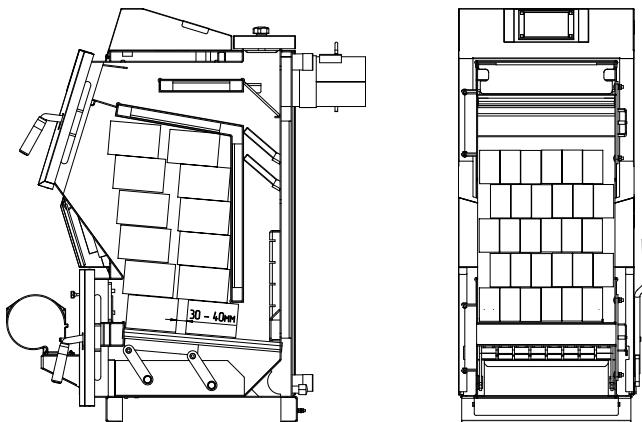
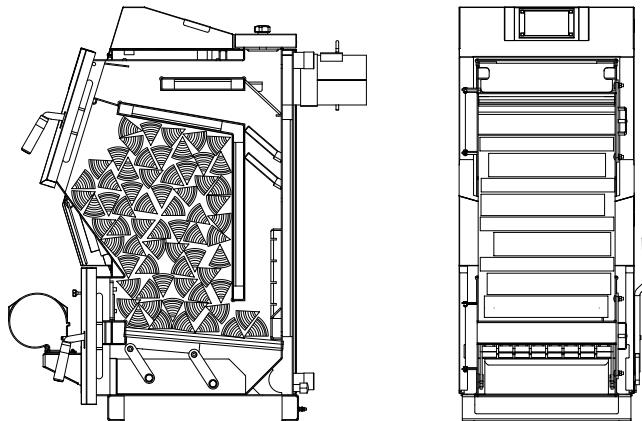
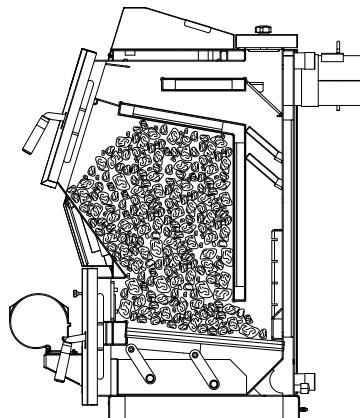

Рис.7 Схема загрузки котла древесными брикетами.
Рис.8 Схема загрузки котла дровами.
Рис.9 Схема загрузки котла углём.
8.5.5. Для полной загрузки котла топливом для длительного горения необходимо: выключить вентилятор нажатием кнопки «СТОП», открыть дверцу загрузочной аккуратно приоткрыв её на 5-10 мм на 10-15 секунд для предотвращения хлопка пиролизных газов и заполнить топку котла топливом, равномерно распределяя его по всему объему в соответствии с Рис.7, Рис.8, Рис.9. После загрузки котла убедиться в отсутствии просыпания топлива на рамку загрузочной двери и отсутствии топлива возле загрузочной двери. После загрузки котла топливом закройте и зафиксируйте дверцу загрузочную (Рис.1 поз.3) и запустите вентилятор кнопкой «ПУСК».
8.5.6. Перед добавлением новой порции топлива убедитесь, что в топке котла заканчивается топливо, узнать о наличии топлива можно во время чистки водоохлаждаемых колосников и зольного ящика через дверцу поддувальную. Для загрузки новой порции топлива в котёл необходимо, выключить вентилятор наддува нажатием кнопки «СТОП», произвести чистку колосников шуровочным механизмом, открыть дверцу поддувальную (Рис.1 поз.6), произвести чистку зольного ящика, после чистки установить его на место и закрыть дверцу зольную. Открыть дверцу загрузочную аккуратно приоткрыв её на 5-10 мм на 10-15 секунд для предотвращения хлопка пиролизных газов и заполнить топку котла топливом, равномерно распределяя его по всему объему в соответствии с Рис.7, Рис.8, Рис.9. После загрузки котла топливом закройте и зафиксируйте дверцу загрузочную (Рис.1 поз.3) и запустите вентилятор кнопкой «ПУСК».